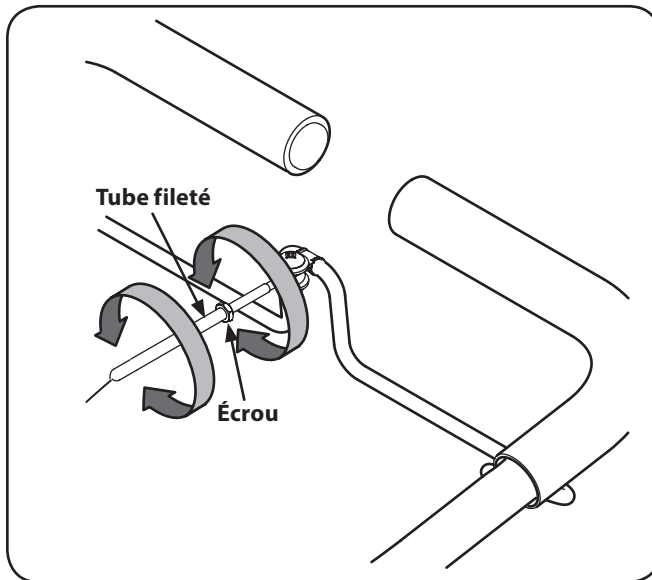

Figure 3-8
6. Embrayez lentement l'appareil en pressant le levier de commande d'embrayage contre la poignée; les pneus devraient tourner. Si les pneus ne tournent pas lorsque le moteur est en mode de marche avant, ajustez le levier. Pour effectuer le réglage, dévissez le tube à l'extrémité du câble en le tournant quelques tours vers la gauche (vous devez être au poste de conduite). Voir Figure 3-8.